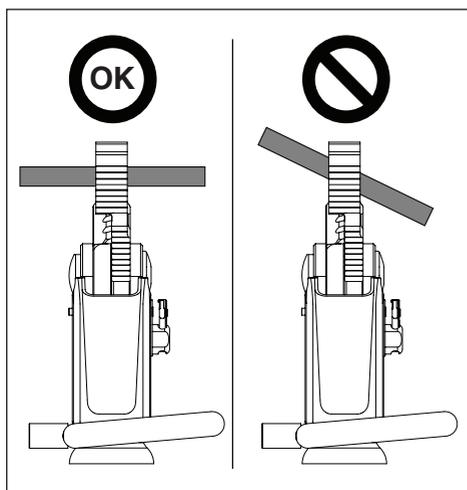

Figura 4, Colocar el material en las cuchillas
Coloque el material a cortar entre las cuchillas del cortador, de modo que estén perpendiculares con respecto al eje de la cuchilla, tal como se muestra en la Figura 4. Esto proporcionará la mejor calidad de corte.
2. Coloque el material a cortar entre las cuchillas. Asegúrese de que esté perpendicular al eje de la cuchilla, tal como se muestra en la Figura 4. Consulte las instrucciones en la Sección 9.4 para más información.